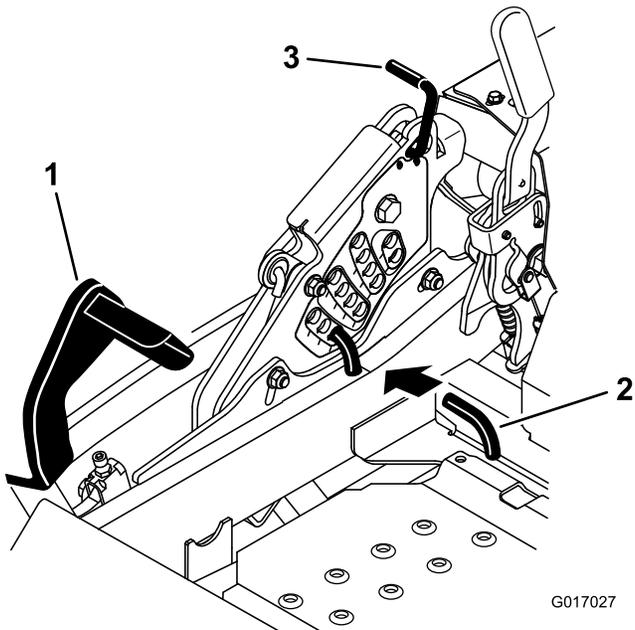

Figure 26
2. Appuyez sur la pédale de relevage du plateau de coupe avec le pied et relevez le plateau en position de transport (qui est aussi la position de hauteur de coupe de 140 mm) (Figure 26).
3. Pour changer de hauteur de coupe, tournez la goupille de 90 degrés retirez-la du support de hauteur de coupe (Figure 26).
4. Placez l'axe de chape dans le trou du support correspondant à la hauteur de coupe voulue (Figure 26).